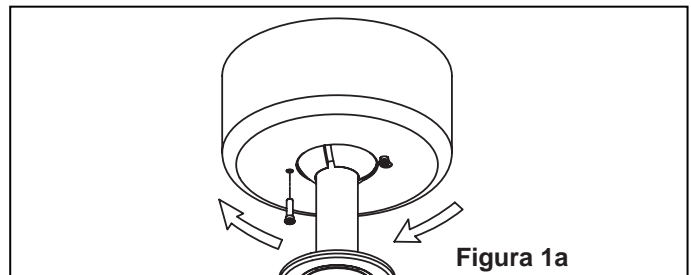

Figura 1a
1. Retire uno de los dos tornillos de reborde de la abrazadera para colgar. Afloje el segundo tornillo de reborde sin retirarlo del todo. Ensamble la base girando el chavetero de la base sobre el tornillo de reborde de la abrazadera para colgar. Ajuste el tornillo de reborde. Ensamble por completo el segundo tornillo de reborde que antes había retirado y ajústelo. (Figura 1a)